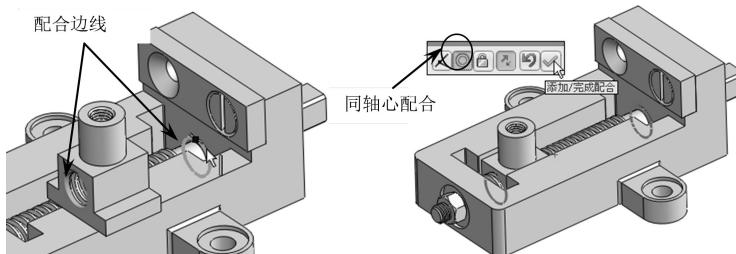

图 7-58 配合方块螺母与丝杠
- 09 接着对方块螺母和丝杠使用【同轴心】配合，配合完成的结果如图 7-58 所示。配合完成后，关闭【配合】属性面板。